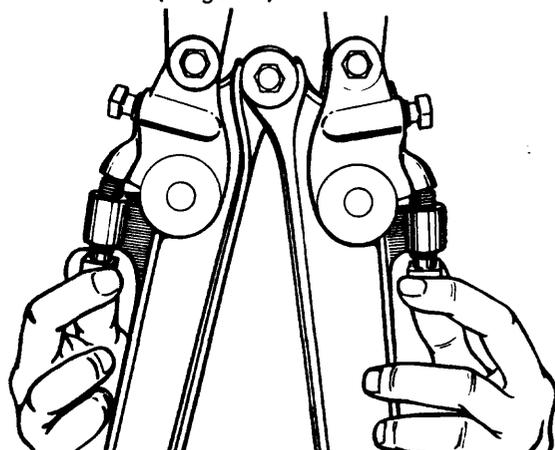

Fig. 1
- 1º paso *Gradúe la abertura de las cuchillas, aflojando o ajustando los tornillos laterales de las articulaciones (fig. 1).*